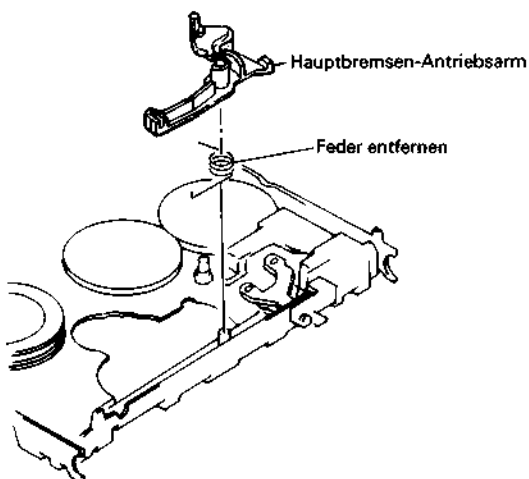

Abb. 2.101 Ausbau des Hauptbremsenarmes
Ausbau des Hauptbremsenarmes (Abb. 2.101)
7. Den Hauptbremsen-Antriebsarm herausziehen (siehe Abb. 2.101).